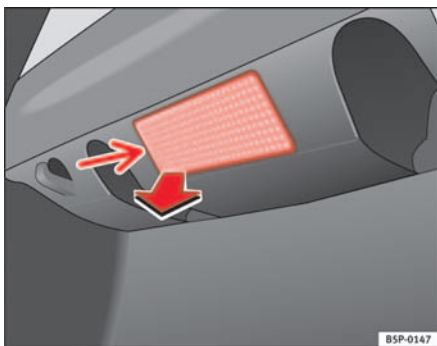

Abb. 195 Gepäckraumbeleuchtung
- Das Lampenglas der Glühlampe durch Druck mit einem Schraubenzieher auf dessen Unterkante -Pfeil- abnehmen ⇒ Abb. 195.